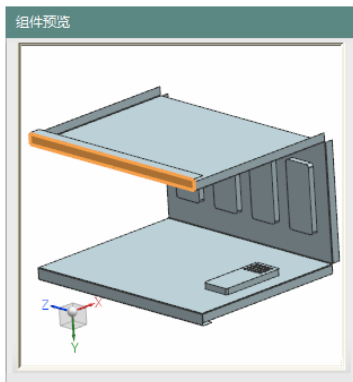
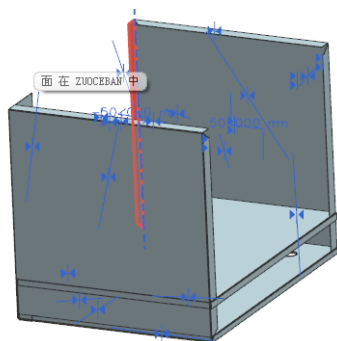

图 11-298 选择相配部件
图 11-299 选择基础部件
(2) 在“添加组件”对话框中, 设置“定位”为“通过约束”, 单击  按钮, 打开“通过约束”对话框。选择“接触对齐”类型, 在视图区选择相配部件和基础部件, 如图 11-298 和图 11-299 所示。单击  按钮。